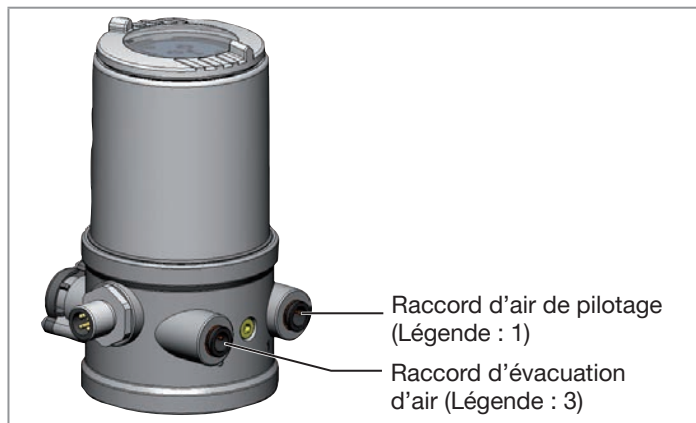

Fig. 12 : Raccordement pneumatique
- Raccorder le fluide de commande au raccord d'air de pilotage (1) (3...7 bars ; air d'instrument, exempt d'huile, d'eau et de poussières).
- Monter la conduite d'évacuation d'air ou un silencieux sur le raccord d'évacuation d'air (3) (voir « Fig. 12 »).